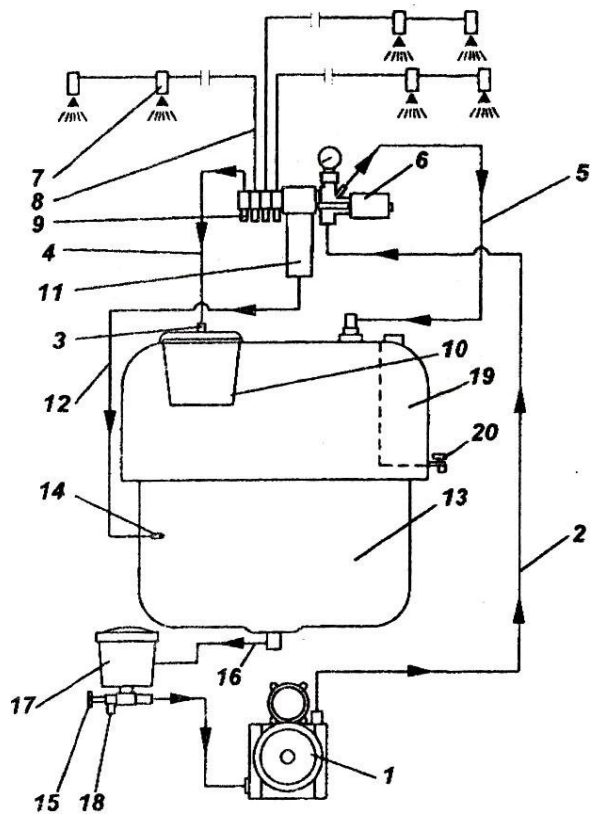

Рис. 5 Схема действия и контура опрыскивателя с баком 400 л и 600 л:
- разблокировать резьбовые зажимы 3 (рис.5),